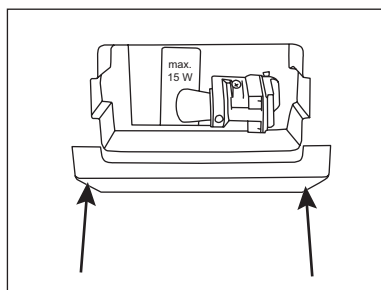

fig. 7
2. Togliere il coperchio della lampadina premendo l'estremità superiore del coperchio verso il basso per farlo uscire dai due fissaggi (fig. 7).